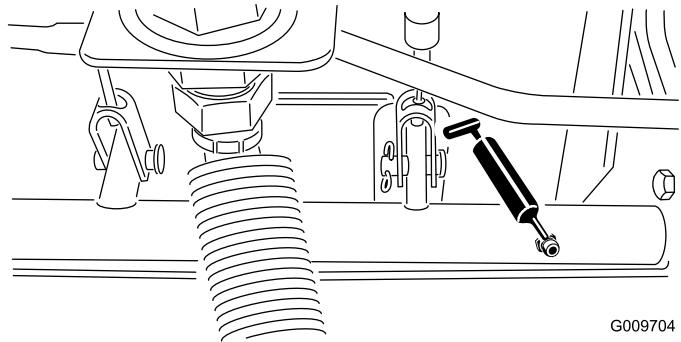

図 50
- 図50に示す、ブレーキシャフトのピボットのベアリング5ヶ所